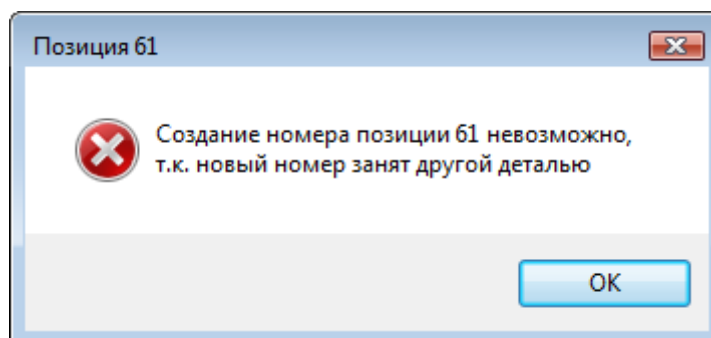

Рисунок 37. Сообщение об ошибке в номере позиции
Ключевое значение имеет параметр **Позиция (7)**, значение которого должно быть уникальным в текущем чертеже. При замене существующей детали или создании новой детали номер позиции **не должен совпасть** с номером позиции любой другой ранее записанной детали. В противном случае выводится сообщение об ошибке (рис. 37).